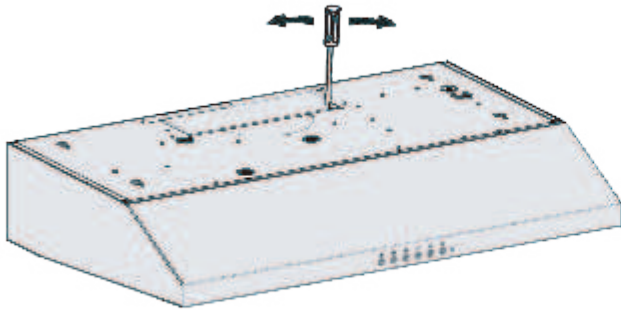

Figure 8
- Pour une évacuation rectangulaire vers le haut (verticale), il suffit d'installer le registre rectangulaire fourni (voir les figures 8, 9 et 10) en utilisant vis 4 × 8 mm.